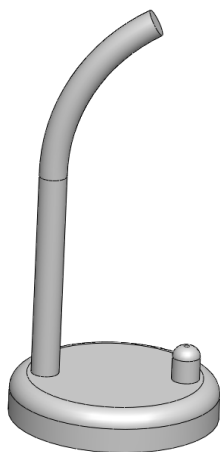

图 15-12 创建扫描特征
(3) 退出草图绘制环境, 单击【扫描】按钮, 弹出【扫描】属性管理器, 选择草图 3 为轮廓对象, 草图 4 为路径对象, 单击【确定】按钮, 即可创建扫描特征, 如图 15-12 所示。